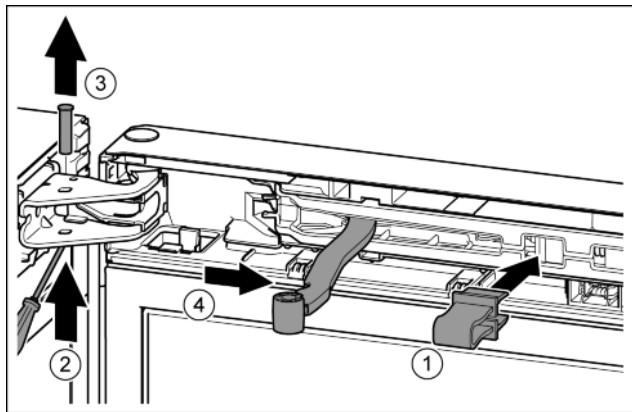

Fig. 11
- Zabezpieczenie zazębić w otworze. *Fig. 11 (1)*
- Sworznie wysunąć przy pomocy śrubokręta. *Fig. 11 (2)*
- Sworznie wyjąć w górę. *Fig. 11 (3)*
- Przegub obrócić w kierunku drzwi. *Fig. 11 (4)*